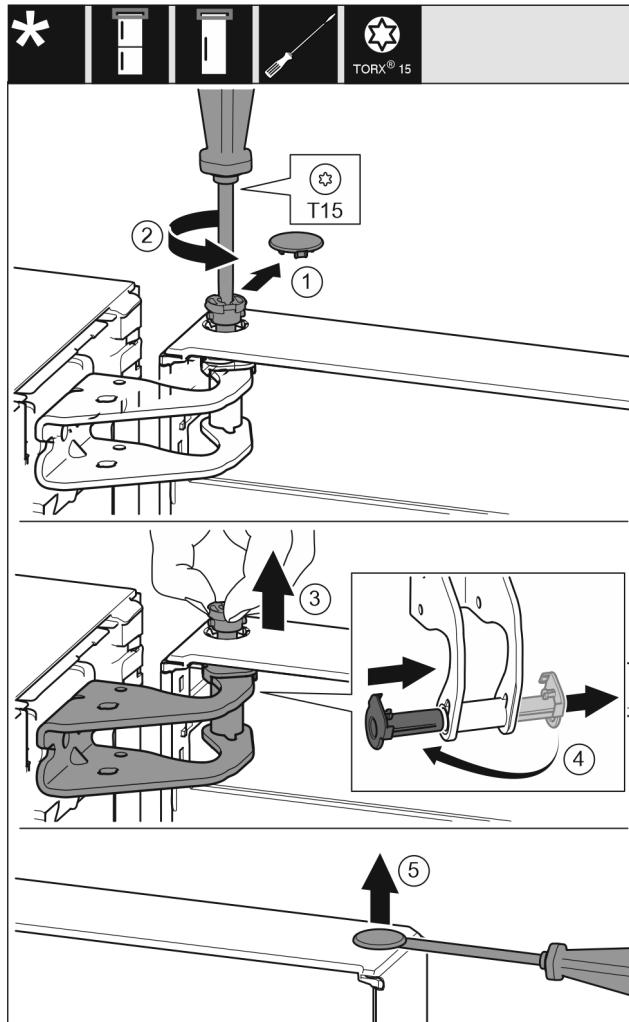

Fig. 9
- Bezpečnostní kryt opatrně stáhněte. Fig. 9 (1)
► Šroubovákem T15 o kousek vyšroubujte čep. Fig. 9 (2)
- Dveře podržte a čep vytáhněte prsty. Fig. 9 (3)
► Vytáhněte ložiskové pouzdro z vedení. Vložte z druhé strany a zaklapněte. Fig. 9 (4)
- Plochým šroubovákem opatrně nadzvedněte zátku z ložiskového pouzdra dveří a vytáhněte ji. Fig. 9 (5)